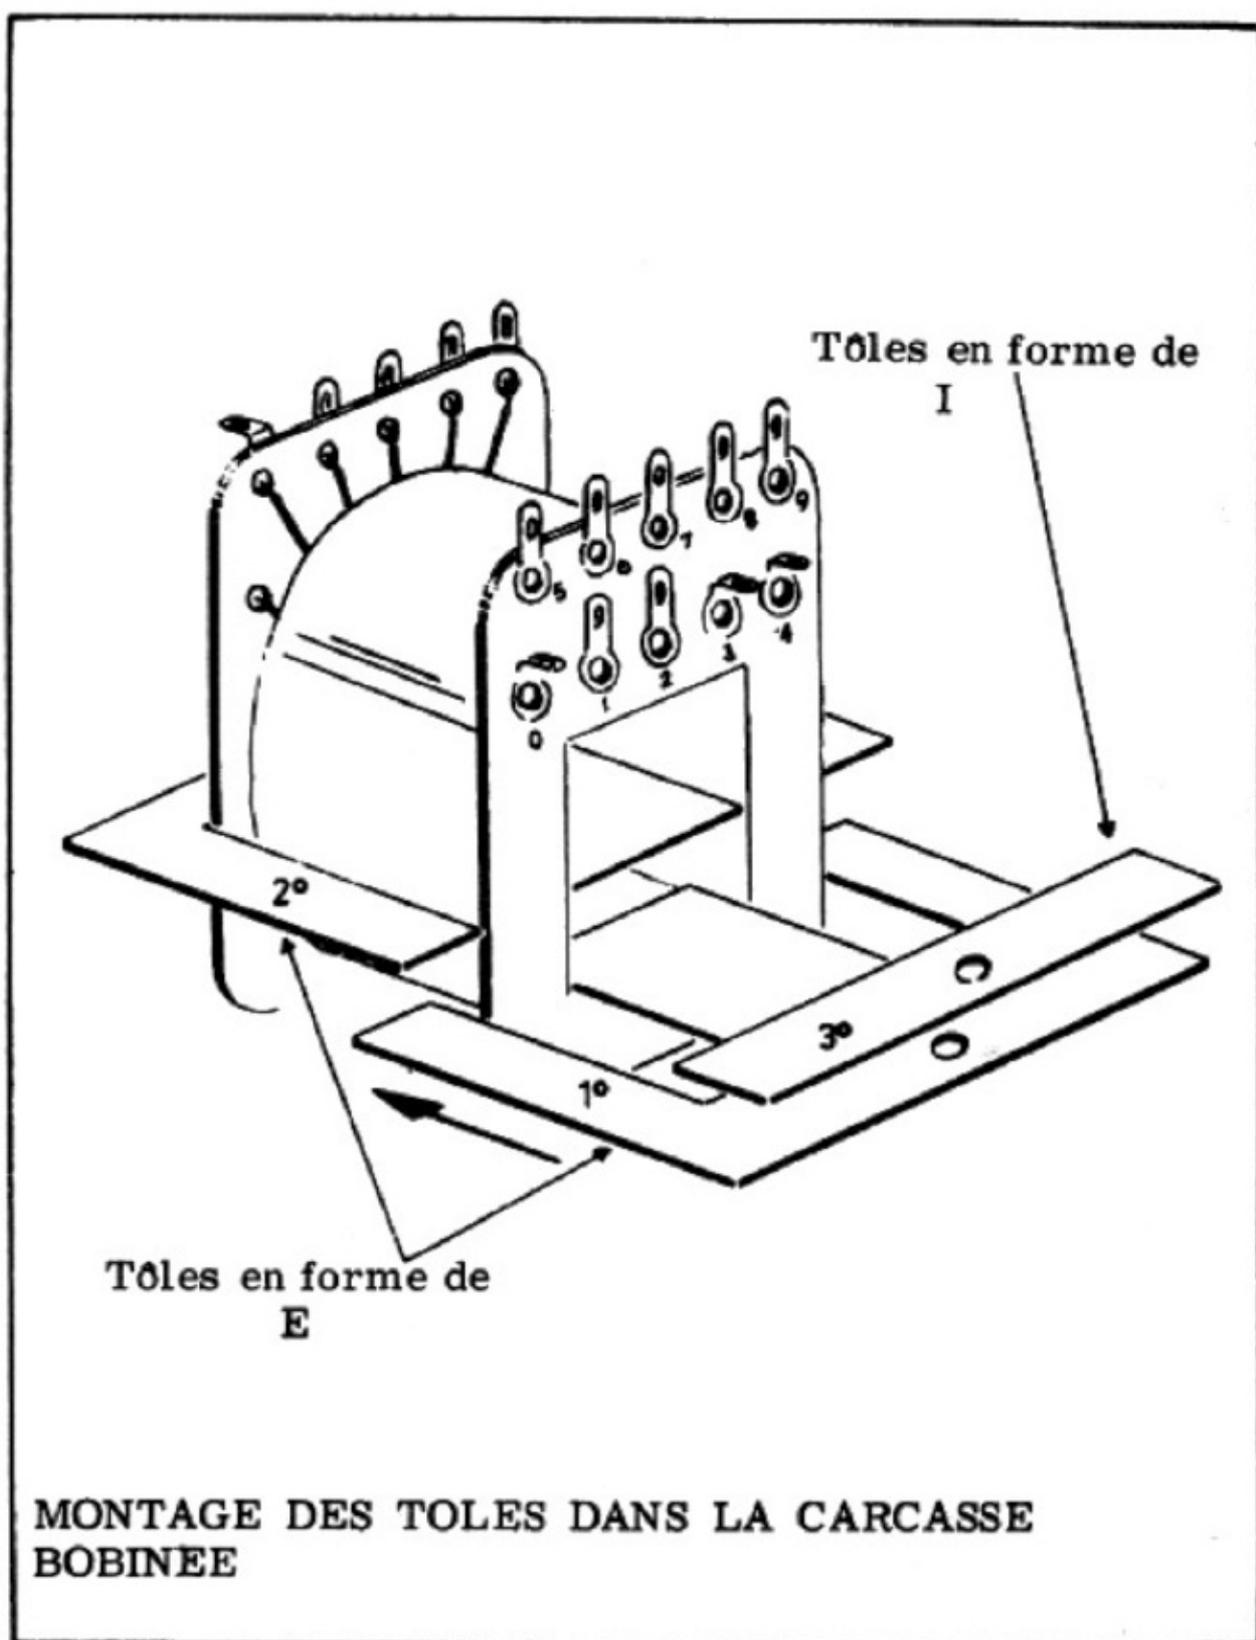

Figure 18
f) Retirez de la bobine les tôles en E et réintroduisez-les à nouveau, avec les tôles en I conformément à la *figure 18*. Pour effectuer cette opération appuyez la base de la carcasse sur la table, du côté qui ne porte pas les cosses et introduisez les tôles parallèlement au dessus de la table (*figure 18*).